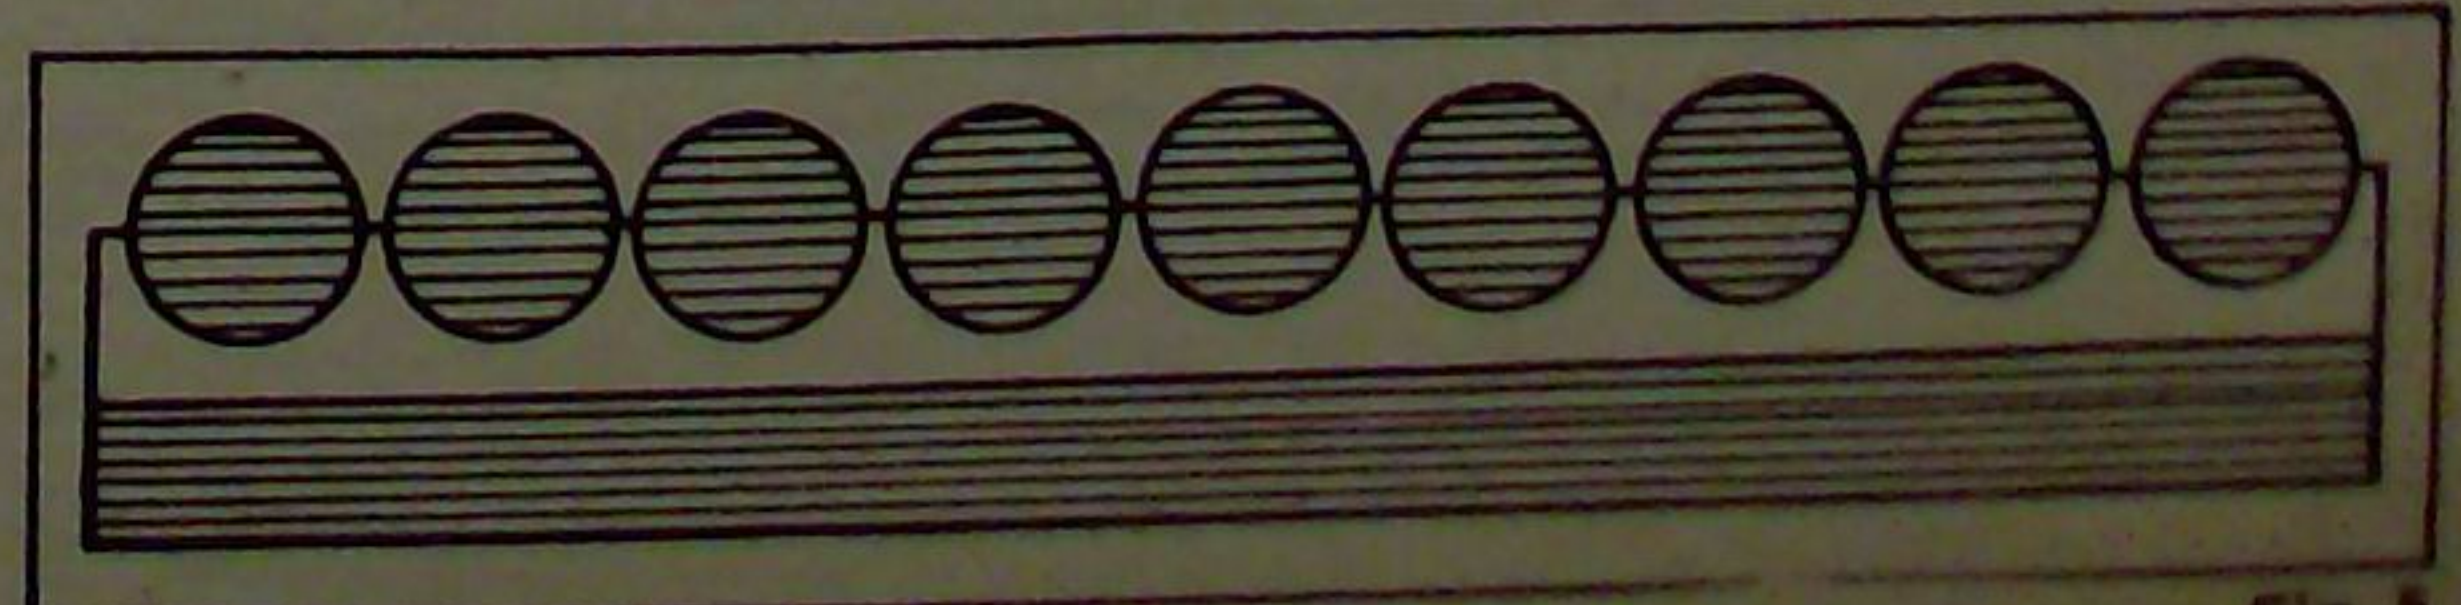

Fig. 5
În fig. 5 apare o secțiune a bazinului înclinat având suprapus captatorul de raze solare (cercurile sînt secțiunile tuburilor umplute cu apă iar dreptunghiul este bazinul înclinat). În bazinul (1) se poate cupla un robinet pentru evacuarea apei calde cînd este nevoie și o pîlnie pentru umplerea bazinului.